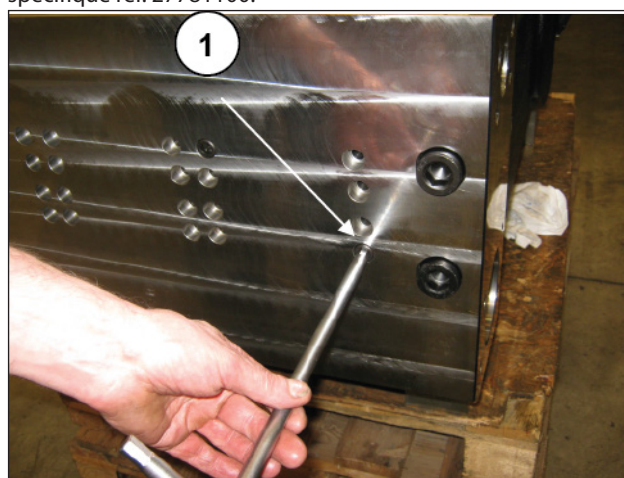

Fig. 202
Démonter le groupe piston en desserrant les vis de fixation du support de chemise (rep. ①, Fig. 202), après le montage de l'outil de maintien du groupe (rep. ①, Fig. 203) ou un outil spécifique réf. 27781100.